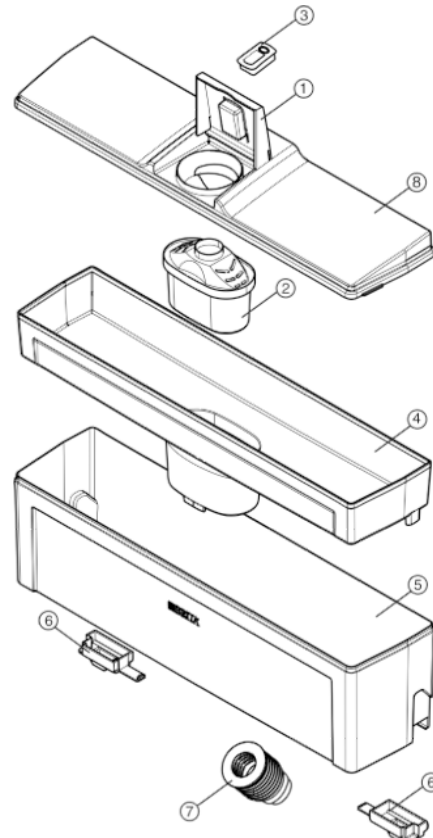

Fig. 19
- ▶ Відкрийте заслінку Fig. 19 (1) разом з інтегрованим індикатором заміни картриджа BRITA Метмо Fig. 19 (3), одночасно натисніть з обох боків та обережно вийміть з кришки Fig. 19 (8) водяного фільтра. Через небезпеку пошкодження BRITA Метмо можна виймати із заслінки лише для утилізації.
- ▶ Одночасно візьміться за праву та ліву сторони кришки Fig. 19 (8) бака для води, потягніть її вгору та покладіть збоку.
- ▶ Вийміть картридж водяного фільтра BRITA MAXTRA Fig. 19 (2) з фільтруючого елемента Fig. 19 (4).
- ▶ Після цього візьміться за середину фільтруючого елемента Fig. 19 (4) та вийміть з бака для води Fig. 19 (5).
- ▶ Змістіть блокувальні пристрої Fig. 19 (6) на дні бака для води в напрямку центра бака для води.
- ▶ Обережно вийміть бак для води Fig. 19 (5) рухом вгору і вилийте воду в раковину, якщо вона є.
Рідини, які містять цукор, такі як солодкі тонізуючі напої, фруктові соки тощо заклеюють водяний клапан *Fig. 19 (7)* і таким чином ведуть до повного виходу з ладу його функцій і в результаті до пошкодження дозатора води.
- ▶ Дістаньте бак для води з дверей охолоджувального відділення та розберіть. Всі деталі окрім картриджа водяного фільтра BRITA MAXTRA *Fig. 19 (2)* і заслінки *Fig. 19 (1)* з індикатором заміни картриджа Brita Memo *Fig. 19 (3)* ретельно помийте водою та витріть на сухо м'якою тканиною.
- ▶ Так як індикатор заміни картриджа BRITA Мемо *Fig. 19 (3)* на заслінці *Fig. 19 (1)* кришки водяного фільтра не може прямо торкатися води, обережно протріть заслінку *Fig. 19 (1)* трохи зволоженою, м'якою тканиною, залишаючи при цьому індикатор заміни картриджа BRITA Мемо *Fig. 19 (3)* недоторканим.
- ▶ Блокувальні пристрої *Fig. 19 (6)* витягніть назовні.
- ▶ Вийміть картридж водяного фільтра BRITA MAXTRA *Fig. 19 (2)* із захисної плівки. Помістіть картридж під холодну воду і трохи потрясіть його, щоб видалити всі пухирці повітря. Картридж MAXTRA не треба замочувати перед введенням в експлуатацію.
- ▶ Зніміть кришку *Fig. 19 (8)* бака для води і закріпіть картридж водяного фільтра MAXTRA *Fig. 19 (2)* в центрі фільтруючого елемента *Fig. 19 (4)*.
- ▶ Знову встановіть кришку *Fig. 19 (8)* бака для води на бак для води і потім відкрийте заслінку *Fig. 19 (1)*.
- ▶ В третій раз налейте у фільтруючий елемент *Fig. 19 (4)* 2 літра питної води і дайте їй профільтруватись. Тепер відфільтровану з допомогою BRITA воду можна використовувати.
- ▶ Закрийте заслінку *Fig. 19 (1)* та запустіть індикатор заміни картриджа Brita Memo *Fig. 19 (3)*.
- ▶ Для легшого наповнення бака для води після його встановлення у дверях охолоджувального відділення можна використовувати посудину з насадкою для дозування води. При наповненні враховуйте, що в фільтруючий елемент *Fig. 19 (4)* можна наливати не більше ніж 2 літра питної води.
- ▶ Тільки після того, як пройде цей об'єм води, можна знову наповнювати фільтруючий елемент *Fig. 19 (4)*.